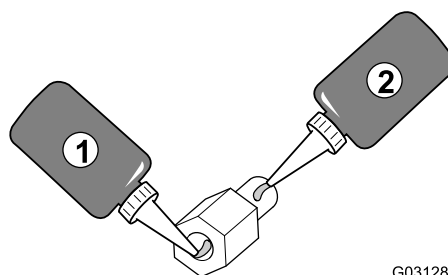

Figura 156
2. Aplique um revestimento de composto de fixação da rosca (drenagem —força média a elevada) nos roscados para a porção da porca na saliência roscada (Figura 156).
4. Aplique um revestimento de composto de fixação da rosca (drenagem —força média a elevada) nos roscados para a porção do pino na saliência roscada (Figura 156).